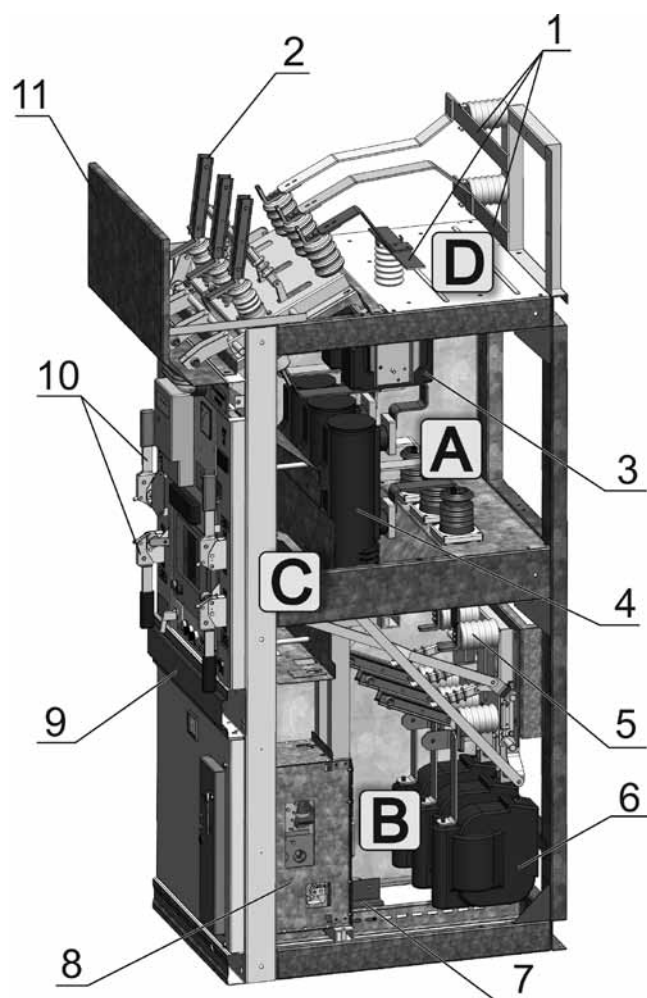

Рисунок 1. Общий вид камеры КСО-298П с вакуумным выключателем ВБ/ТЭК-10.
4.1. Конструктивно камера КСО-298 состоит из трех отсеков – высоковольтного А (рисунок 1), низковольтного С и кабельного В. При существенно меньших – по сравнению с камерами